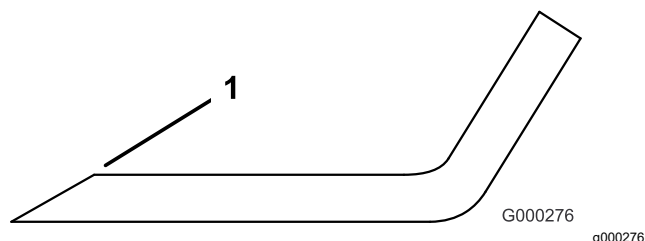

Рисунок 110
1. Заточите напильником режущую кромку на обоих концах ножа (Рисунок 110).
Примечание: Если нож не сбалансирован, удалите некоторое количество металла только с конца области загиба (**Рисунок 110**).